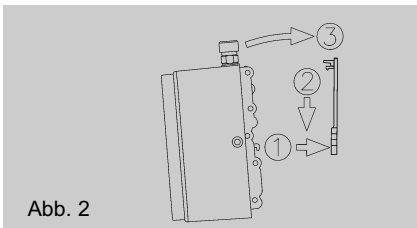

Abb. 2
- Gerät auf den Wandhalter stecken (siehe Abbildung 2) (Beim Übertischgerät KDO 3 ist kein Wandhalter erforderlich.)